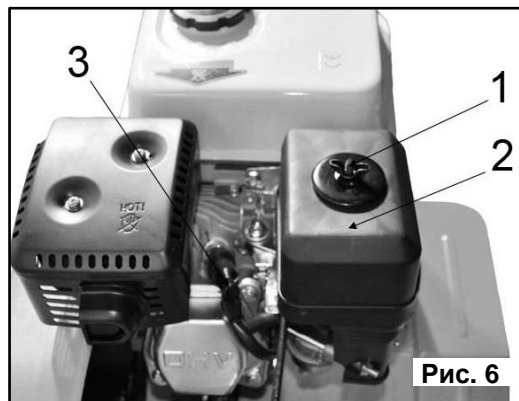

Рис. 6
- Открутите винт-фиксатор крышки воздушного фильтра (1)(См. Рис.6).
- Снимите воздушный крышку воздушного фильтра (2) (См. Рис.6).
- Отсоедините высоковольтный провод (3) (См. Рис.6) со свечи зажигания.